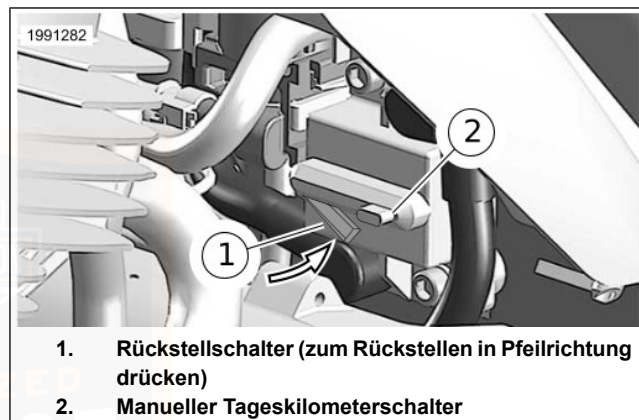

Abbildung 148. Überlastschalter des Rückfahrmotors
Siehe Abbildung 148. Der Überlastschalter ist am Rahmen hinter dem hinteren Motorzylinder befestigt. Dieser manuell zurückstellbare Überlastschalter hat einen roten Auslösedruckknopf (2) und einen Rückstellschalter (1). Um den Überlastschalter manuell auszulösen, den Druckknopf herunterdrücken (dies bewirkt, dass der Rückstellschalter herausgedrückt wird).